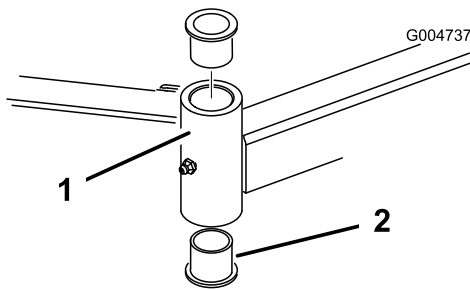

Bild 25
4. Stecken Sie einen Dorn oben oder unten in das Befestigungsrohr und treiben die Büchsen heraus (Bild 25). Treiben Sie dann die andere Büchse aus dem Rohr heraus. Reinigen Sie die Innenseite der Rohre.